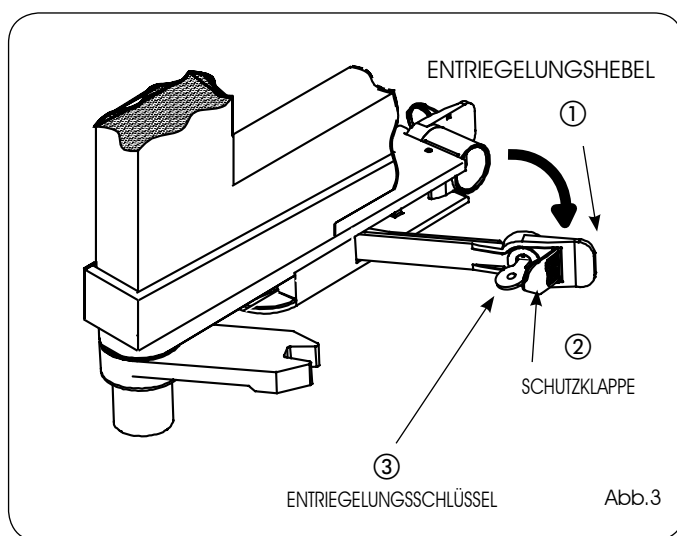

Abb. 3
- 1) Die Schutzklappe öffnen (Abb. 3, Bez. ②).
- 2) Den Entriegelungsschlüssel in das Schloss einführen (Abb. 3 Bez. ③) und bis zum Anschlag drehen.
- 3) Den Entriegelungshebel an sich ziehen (Abb. 3, Bez. ①).